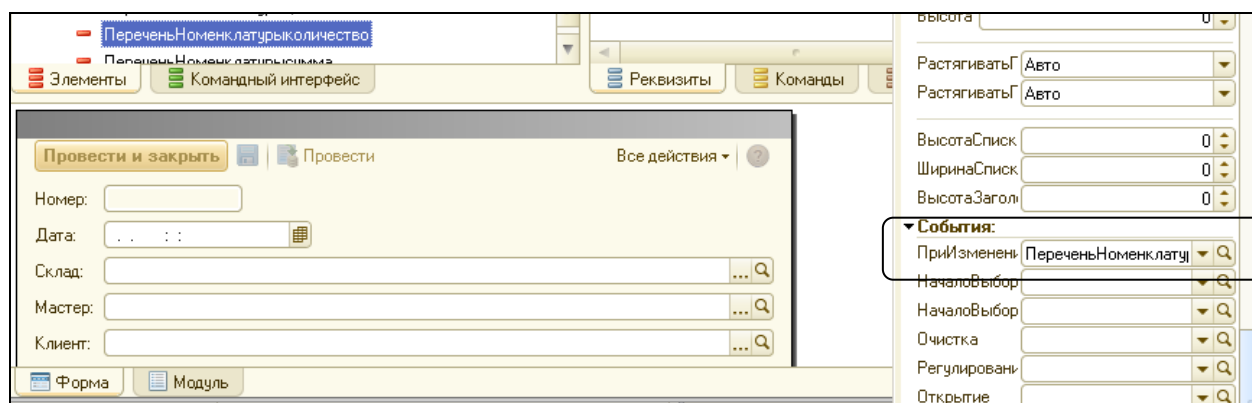

Рисунок 2.13 Установка событию ПриИзменении процедуры ПереченьНоменклатуры.
6. На закладке **Формы** создать основную форму документа. В окне «Документ ОказаниеУслуги Форма Документа» двойным щелчком выделить поле **Перечень номенклатуры.Количество** и настроить событие **ПриИзменении**. Модуль пока не заполняем (рис.2.13)